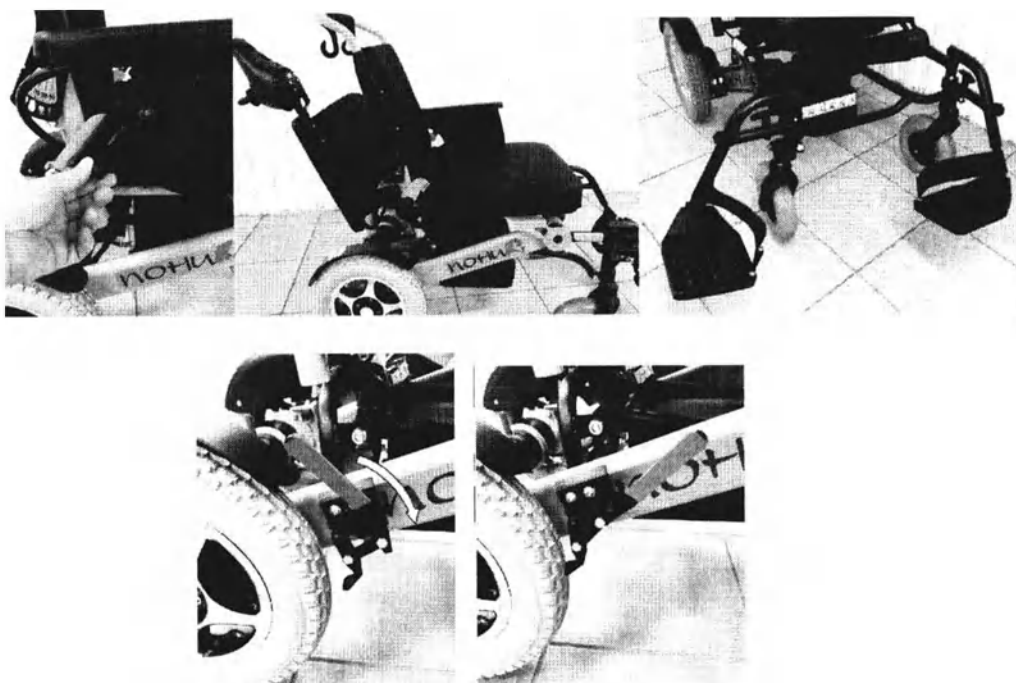

Рис.4
- заблокировать ведущие колеса стояночным тормозом (опустить рычаг стояночного тормоза вниз Рис.4 в комплектации со стояночным тормозом)
- поднять подлокотник вверх до упора потянув в сторону фиксатор (Рис.4), отведите опоры для ног в стороны или совсем их отстегните
1. перед началом складывания подлокотники перевести в транспортное положение (Рис.9) потянув в сторону фиксатор подлокотника (Рис.4)